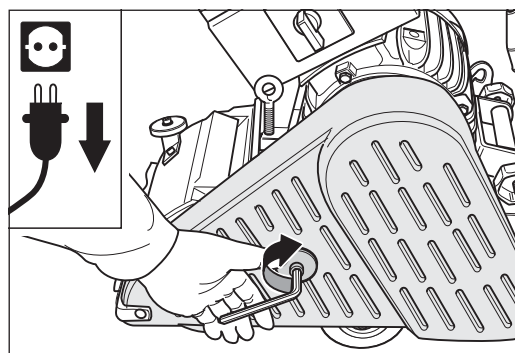

Abb. 66 Den Riemenschutz schließen.
- 8 Schließen Sie den Riemenschutz (Abb. 66).